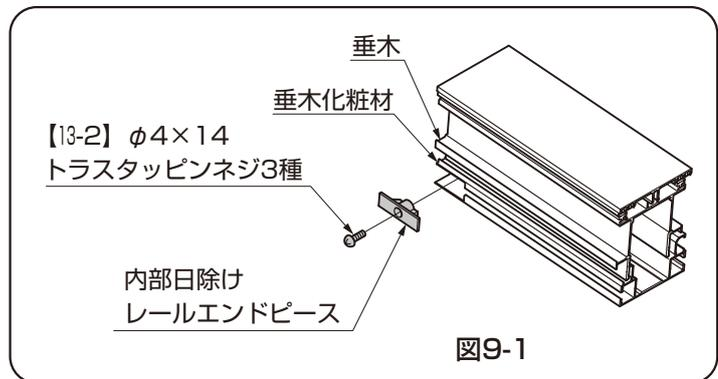

図9-1
- ③ 内部日除けレールエンドピースを垂木化粧材、妻垂木化粧材に【13-2】で取付けてください。(図9-1参照)